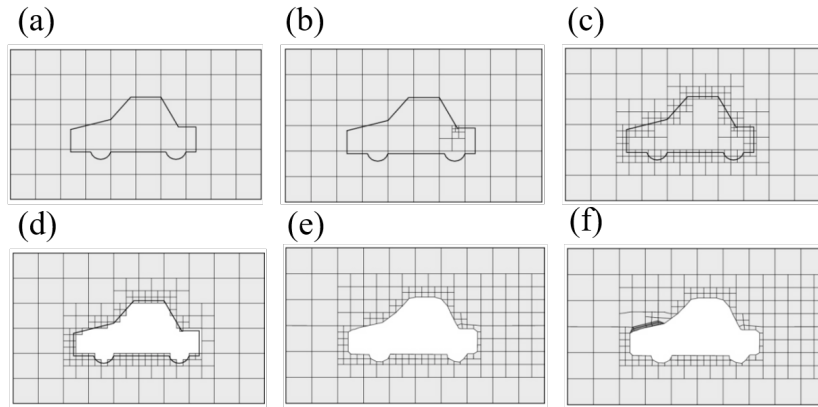

図 2.1 メッシュ生成プロセス。(a)blockMesh による基本メッシュの生成 (b) 特徴線付近の細分化 (c) 境界面の細分化 (d) 領域外の除去 (e) 界面適合 (f) レイヤーメッシュの生成
図 2.1 は OpenFOAM のメッシュ生成手順を示している。OpenFOAM は **blockMesh** というコマンドで、はじめに解析領域全体を包むようにメッシュを生成する (図 2(a))。このメッシュのサイズは大きくてもよく、結果的に最大計算格子サイズに対応する。blockMesh で基本メッシュを作成したのち、特徴線近傍の計算格子を細分化する。細分化には八分木データ構造を利用しており、図 2(b) のように細分化される。特徴線近傍の細分化は **surfaceFeatureExtract** というコマンドで行われる。次に境界面近傍の細分化を行う (図 2(c))。図 2(c) から以後は **snappyHexMesh** が担当する。後述するように、境界面のメッシュ再分割設定や解析領域の指定、界面適合、並びにレイヤーメッシュの設定を行う。図 2(d) では解析領域を指定している。例えば車体の外部流れを解析したい場合、車外の座標を一つ適当に指定する。そうすれば基本メッシュと STL ファイルの面情報より、車内のメッシュを取り除けばよいと分かる。逆に車内の解析をしたい場合は、車内の座標を適当に一つ指定すれば車外のメッシュを取り除く。従って内部流れでも外部流れでも、blockMesh では全体を包み込むような領域を基本的に設定する訳である。
- blocks では矩形領域と各軸の離散数、並びに計算格子の大きさを指定する。hex(0 1 2 3 4 5 6 7) は矩形領域を表しており、各数値は vertices 中の頂点番号を意味している。従って (0 1 2 3 4 5 6 7) という定義と vertices 中頂点の定義の順番は連携している訳であり、hex(0 1 2 3 4 5 6 7) のところは基本的に修正してはならない。(400 200 1) は x 軸、y 軸、z 軸の離散数を表している。この場合、z 軸方向の離散数が多く、z 軸方向は離散化しない。このようにある軸を離散化せず、かつそれに直交する面で如何なる流束も生じないように設定すれば、OpenFOAM で 2 次元解析ができるようになる。simpleGrading (1 1 1) は各軸の計算格子幅の成長率を表す。図 2.1 のように blockMesh の機能で不均質格子を生成することは稀なので、(1 1 1) の設定から変える必要はほぼ無い。